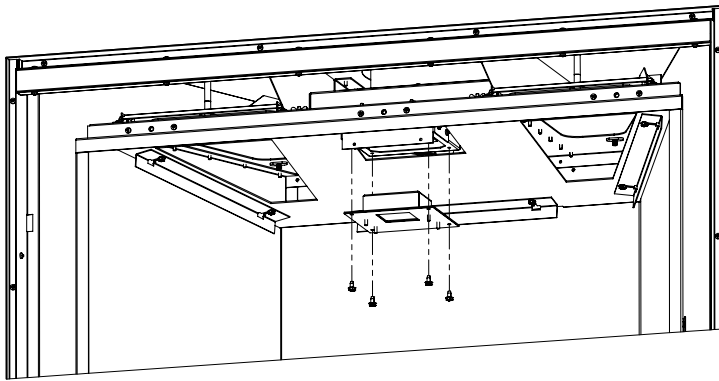

Figure 28: Suppression de la Lumière Supérieure
4. Déposer le feu supérieur en retirant quatre (4) vis à l'aide d'une douille de 5/16 (voir Figure 28).